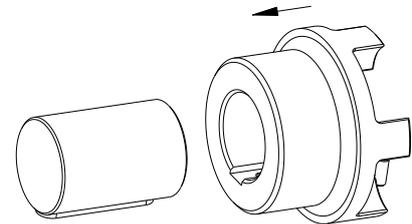

Bild 20: Montage der Nabe
- Montieren Sie die Nabe auf die Welle (siehe Bild 20).